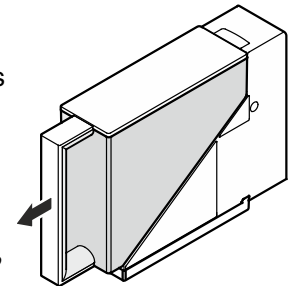

Figure 22
Le tiroir supérieur est séparé par un panneau de séparation pour le stockage des glaçons dans la partie gauche du tiroir (**Figure 22**).
1. Retirer le réservoir d'eau vers avant (Figure 22).